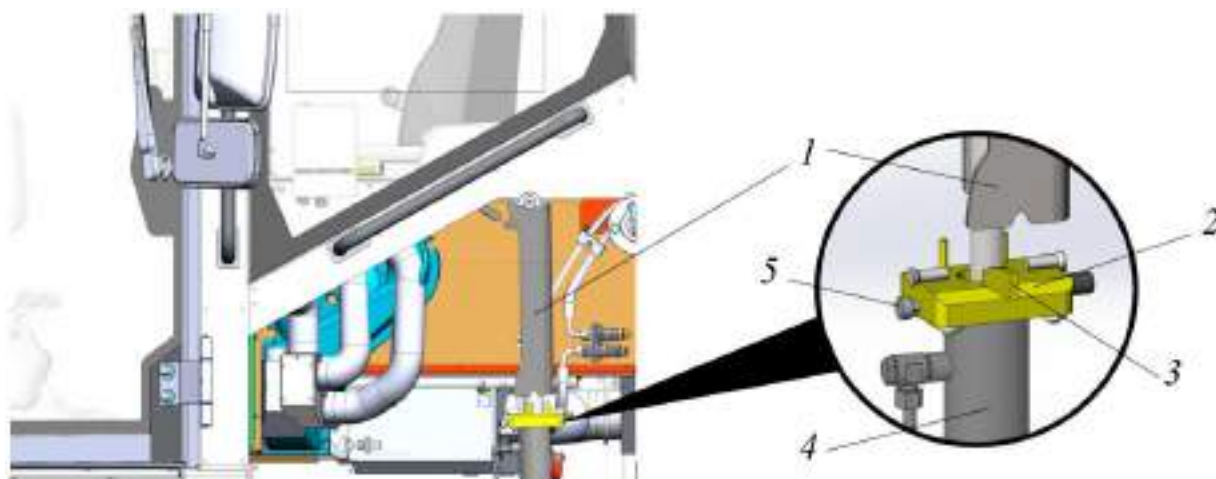

Рисунок 5.28. Процедура подъема кабины оператора
- ▷ Блокиратор поз. 1 должен быть немного выше опоры блокиратора 2, см. рис. 5.28 и иметь возможность перемещаться.